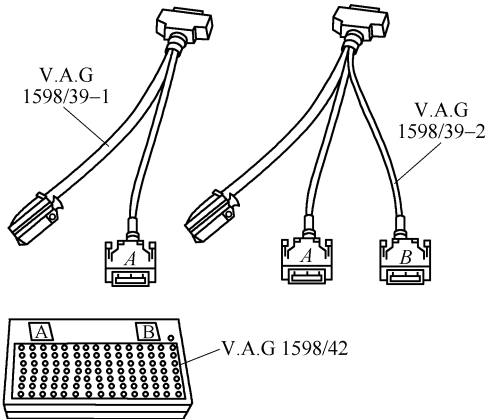

图 1-4-9 将检测箱 V. A. G1598/42 用适配导线 V. A. G 1598/39-1 和 V. A. G1598/39-2 连接到导线束上
3) 若显示内容与所述情况不同，关闭点火开关。如图 1-4-9 所示，将检测箱 V. A. G1598/42 用适配导线 V. A. G 1598/39-1 或适配导线 V. A. G1598/39-2 连接在导线束上，不要连接发动机控制单元，将检测箱的接地夹夹在蓄电池负极上。